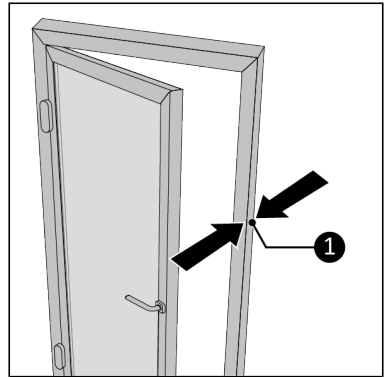

Figuur 5.
6. Plak het schuurpapier (Figuur 5, pos. 2) aan de binnenkant van het onderste deel van de beugel (Figuur 5 pos. 2).